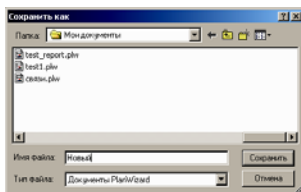

Рис. 1.8. Диалоговое окно «Сохранение документа».
1. Выберите команду **ФАЙЛ** → **Сохранить**, нажмите кнопку  – «Сохранить» на панели инструментов или комбинацию клавиш <Ctrl> + <S>. Откроется диалоговое окно «*Сохранение документа*» (рис. 1.8).